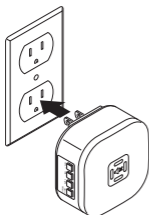

Figure 2
2. **Carillon sans fil enfichable (voir la Figure 2).**